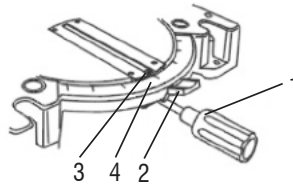

Fig. 14 – Ángulo de ajuste
- 1 - Suelte la traba del disco, girando el puño (1) en el sentido contrario a los punteros del reloj, Fig. 14;
- 2 - Presione la traba del disco (2) para destrabar el disco;
- 4 - Si el ángulo deseado fuera 0° - 15° - 22,5° - 31,6° o 45°, su posición tendrá una traba que facilitará el ajuste. Si el ángulo deseado fuera otro alinee el indicador (3) en el valor marcado en la base de la máquina.
- 5 - Después de ajustar el ángulo deseado trabe el disco, girando el puño (1) en el sentido de los punteros del reloj.